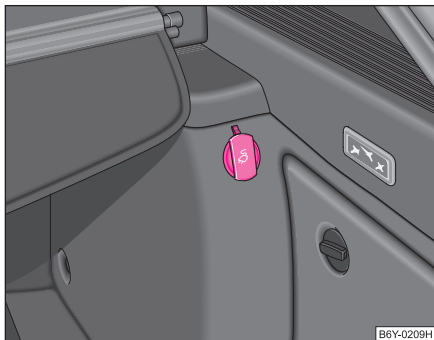

Abb. 73 Gepäckraum:
- Öffnen Sie die Steckdosenabdeckung ⇒ Abb. 73.